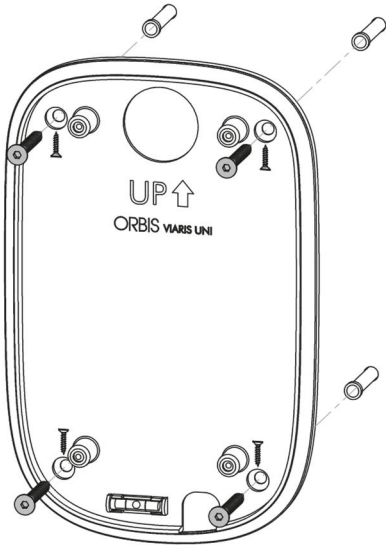

Fig.1
- Atornille la base de instalación a la pared. **Fig.1**